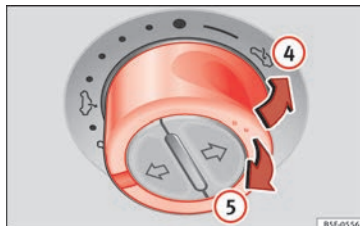

Fig. 14 Dans le ciel de pavillon : appuyer sur la commande et tirez-la pour lever et baisser le toit.
- Pivotement : poussez la commande en position » fig. 14 (4). Pour obtenir une position intermédiaire, maintenez la commande enfoncée jusqu'à parvenir à la position souhaitée.
- Abaissement : tirez la commande vers la position » fig. 14 (5). Pour obtenir une position intermédiaire, maintenez la commande enfoncée jusqu'à parvenir à la position souhaitée.